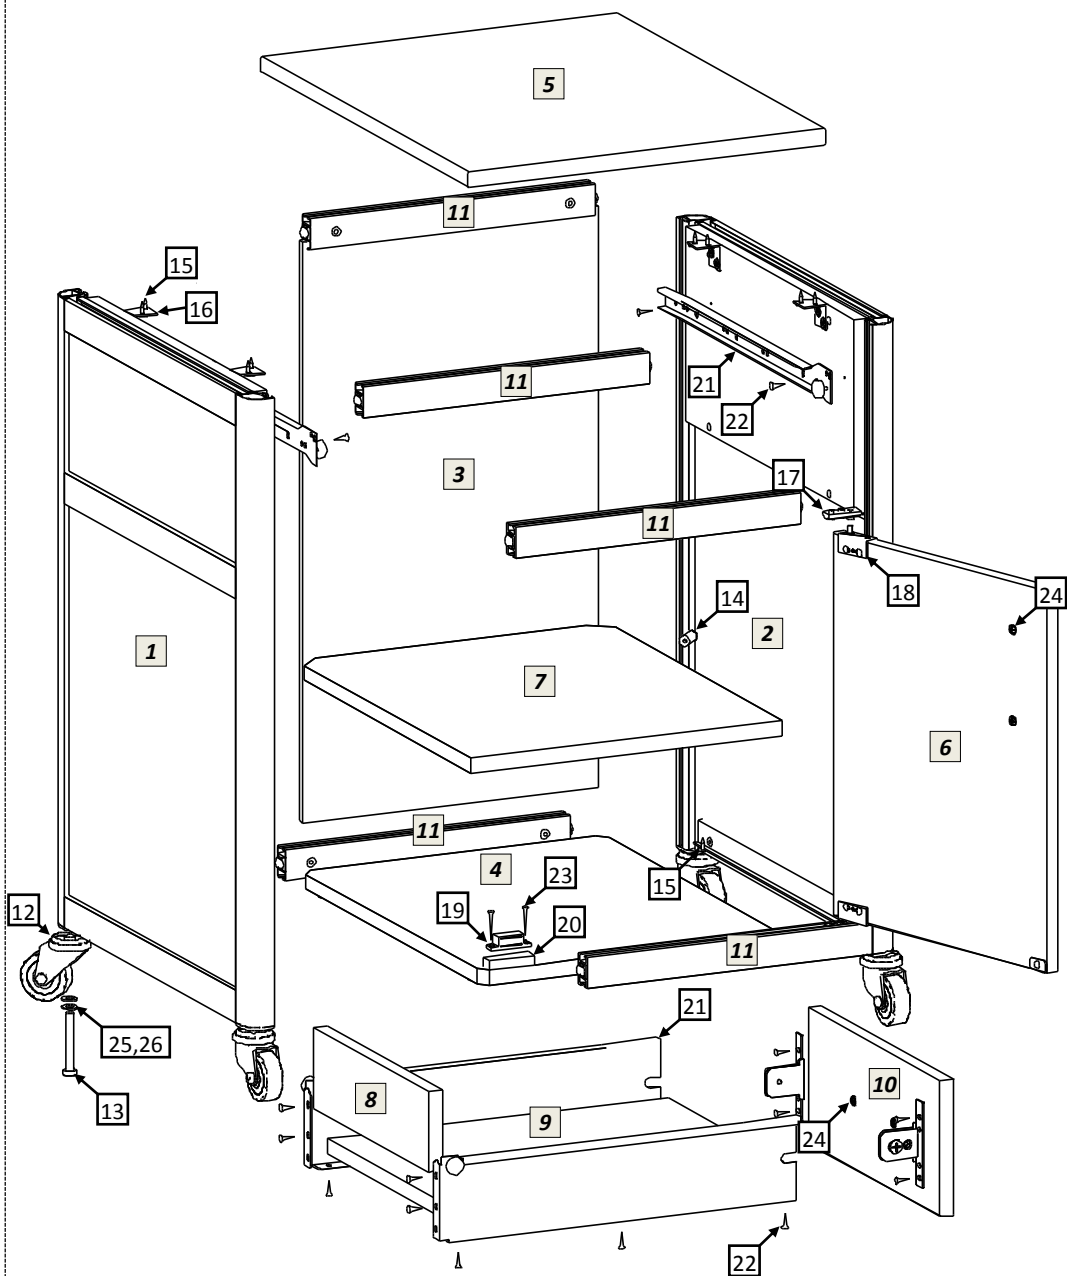

рис.1
- 5.1 Распаковав тумбу, внимательно ознакомьтесь со схемой сборки, изображённой на рис.1. Согласно позициям на схеме и комплектовочной ведомости определите расположение деталей в изделии и порядок их сборки. Сборка производится на ровном полу, укрытом материалом, предотвращающим повреждение покрытия пола и деталей мебели. Подготовьте необходимые для сборки инструменты – плоскую и крестовую отвёртки, молоток, рулетку или линейку, гаечный ключ 13мм для установки колёсных опор, шуруповёрт.
- 5.5 Сборка выдвижного ящика. Схема сборки ящика показана на рис.1. Шурупами 4x16 соедините заднюю стенку, днище ящика и его фасад с металлическими боковинами направляющего механизма. На фасад ящика установите ручку.